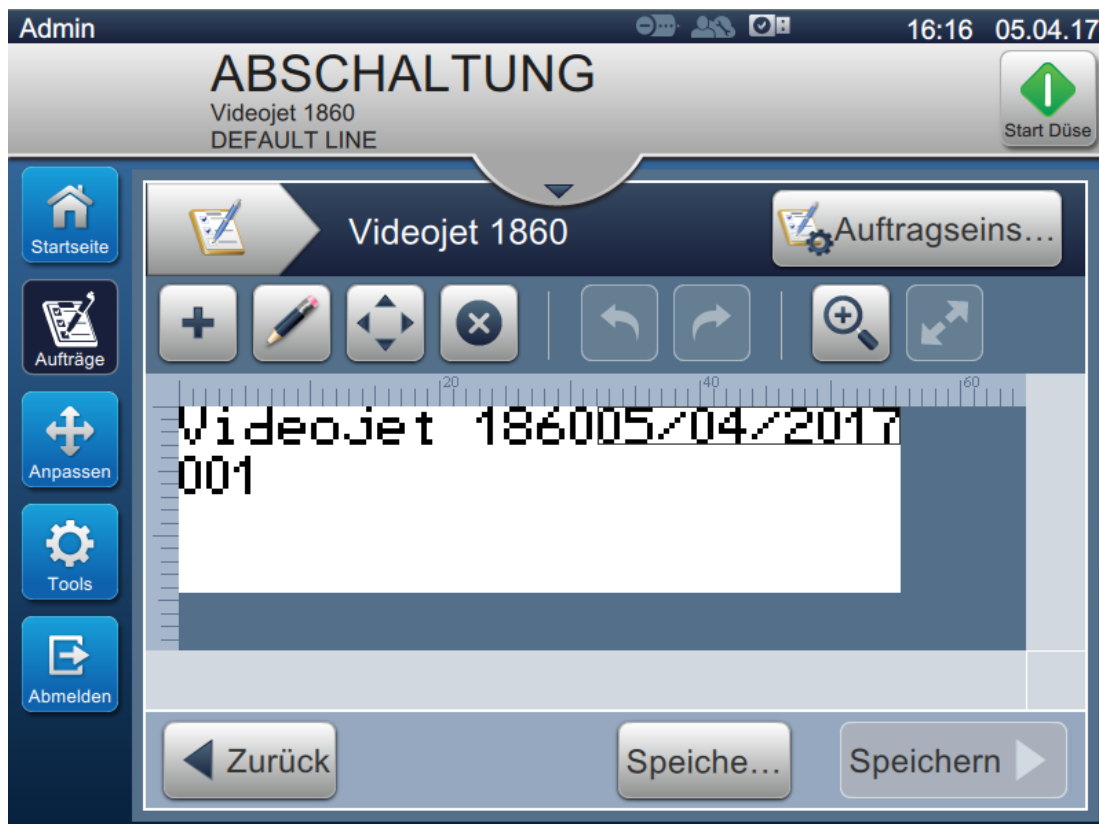

Abbildung 5-15: Beispielnachricht
Im Abschnitt unten enthält der Benutzer Anweisungen zum Anlegen eines neuen Auftrags (siehe Abbildung 5-15) mit den folgenden Feldern:
10. Wählen Sie das Feld aus, und verschieben Sie das Feld über die  Schaltfläche oder mithilfe von Drag-and-Drop an die gewünschte Position (siehe Abbildung 5-15 auf Seite 5-33).
22. Wählen Sie das Feld aus, und verschieben Sie das Feld über die  Schaltfläche oder mithilfe von Drag-and-Drop an die gewünschte Position (siehe Abbildung 5-15 auf Seite 5-33).
30. Wählen Sie das Feld aus, und verschieben Sie das Feld über die  Schaltfläche oder mithilfe von Drag-and-Drop an die gewünschte Position (siehe Abbildung 5-15 auf Seite 5-33).